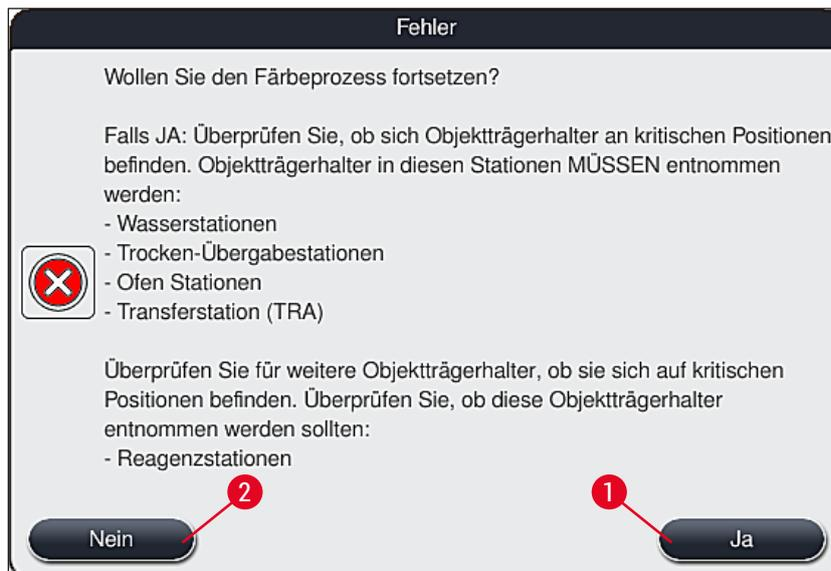

Abb. 110
4. Im Anschluss hat der Benutzer die Möglichkeit zu wählen, ob der Färbeprozess fortgesetzt (→ S. 136 – 8.2.2 Den Färbeprozess fortsetzen nach einem Stromausfall) oder abgebrochen (→ S. 138 – 8.2.3 Alle Färbeprozesse abbrechen nach einem Stromausfall) werden soll (→ "Abb. 110").
2. Entsprechend der vorangegangenen Meldung (→ "Abb. 110") die kritischen Objektträgerhalter aus dem Gerät entnehmen und die Entnahme durch Drücken der entsprechenden Station (→ "Abb. 111-1") auf dem Bildschirm bestätigen.
Der Abbruch des Färbeprozesses und die Rückkehr zum vorhergehenden Auswahlmenü (→ "Abb. 110") kann durch das Drücken der Taste **Abbrechen** (→ "Abb. 112-2") widerrufen werden.